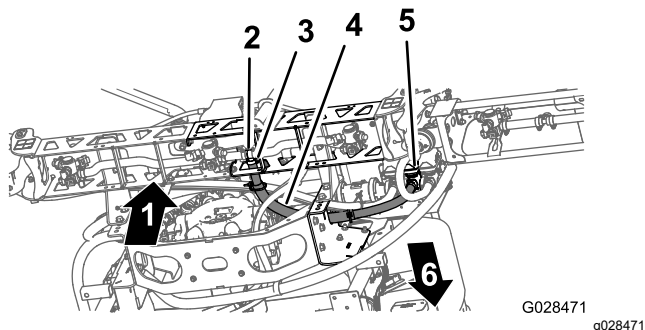

図 42
1. センターブームのホースを図 42のように配置する。
2. センターブームについているT字フィッティングのバーブ部分にブームホースを接続し、ホースクランプでホースを固定する (図 42)。